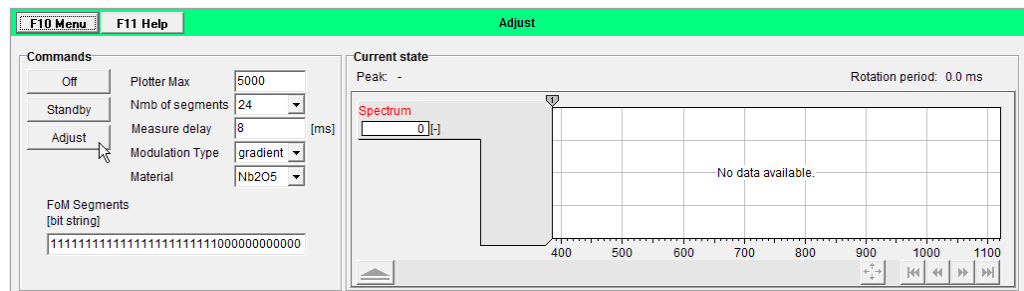

Abb. 7-21
- 14** Klicken Sie auf [Standby] und anschliessend auf [Adjust]. Siehe Abb. 7-21, 148.
- 19** Beenden Sie die Justagearbeiten mit dem Anklicken der Schaltfläche [Off] in der Kopfzeile des Menüs «Element Control - Adjust» (Abb. 7-21,  148).